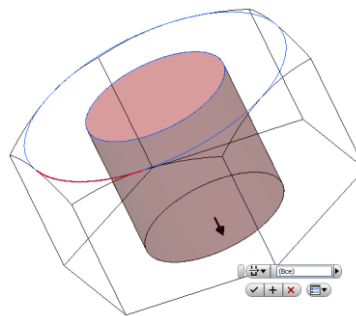

Рис. 3.26. Размещение центра отверстия концентрично
12. Поместите центр отверстия концентрично фаске. Для этого в окне «Размещение» установите опцию «Концентрично» и укажите дугу фаски (рис. 3.26).